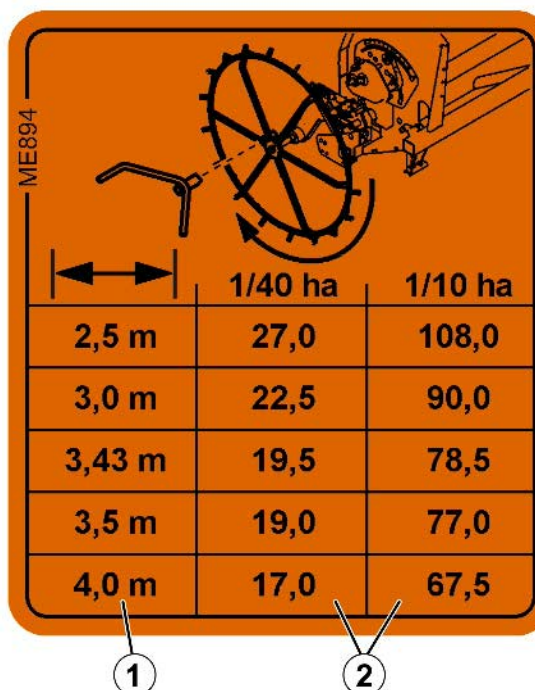

Fig. 148
19. Drej halehjulet højreom med det antal håndsvingsomdrejninger, der er angivet i tabellen (Fig. 148).